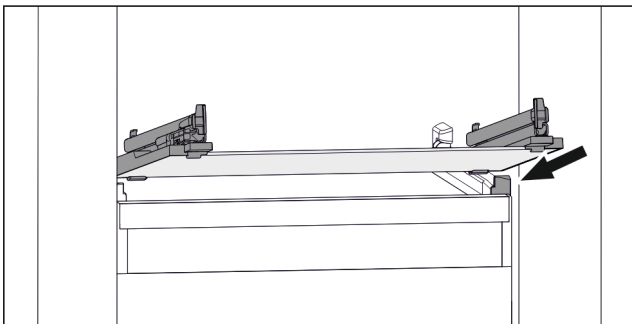

Fig. 47 Stiklinės lentynėlės atvaizdo pavyzdys
- ▶ Uždėkite stiklinę lentynėlę įstrižai už stabdiklių. (žr. Fig. 47)